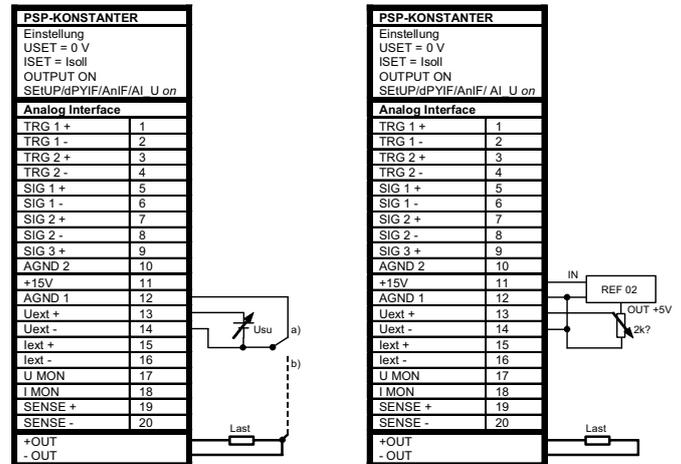

Bild 7.4 Verdrahtung für Steuerung der Ausgangsspannung durch externe Spannung / externes Potentiometer.
- Die Steuereingänge sind nicht potenzialfrei; ihr Bezugspunkt AGND (1) ist mit dem Minuspol des Leistungsausgangs verbunden.
- Liegt die Steuerspannung U_{su} mit ihrem Bezugspunkt lastseitig auf Ausgangs-Minuspol, muss der invertierende Eingang mit diesem Punkt verbunden werden (Verbindung b) in Bild 7.4). Eine Beeinflussung durch den Spannungsabfall auf der Lastleitung wird dadurch vermieden.
- Ist die Steuerspannung gegenüber dem Ausgang isoliert, verbinden Sie U_{ext} – mit AGND (1) (Verbindung a) in Bild 7.4).
- Soll die Feineinstellung der Ausgangsspannung mittels Potentiometer erfolgen, kann eine Beschaltung gemäß Bild 7.4 angewendet werden.